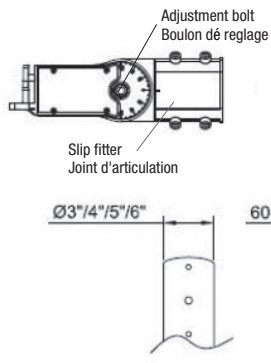

Fig. 5A
1. Verify the pole section that fits on the wall-mounted adapter (Fig. 5A).
1. Vérifier la section du poteau qui s'adapte sur l'adaptateur de fixation murale (Fig. 5A).